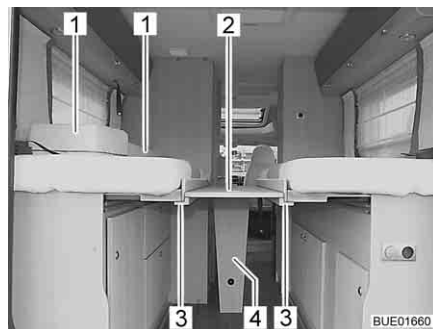
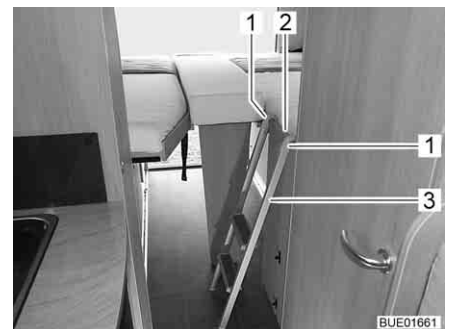

Bild 85 Sängbreddning, upplagd
Bild 86 Stege
- Fäll ut sängbreddningens (Bild 85,2) stöd (Bild 85,4).
- Lägg sängbreddningen på ribbottens båda hållare (Bild 85,3) på sådant sätt att sängbreddningens bakre kant sluter tätt med ribbotten (Bild 85).
- Lägg två extra dynor (Bild 85,1) på sängbreddningen (Bild 86).
- Häng upp stegen (Bild 86,3) med de båda byglarna (Bild 86,1) i ribbottens list (Bild 86,2).